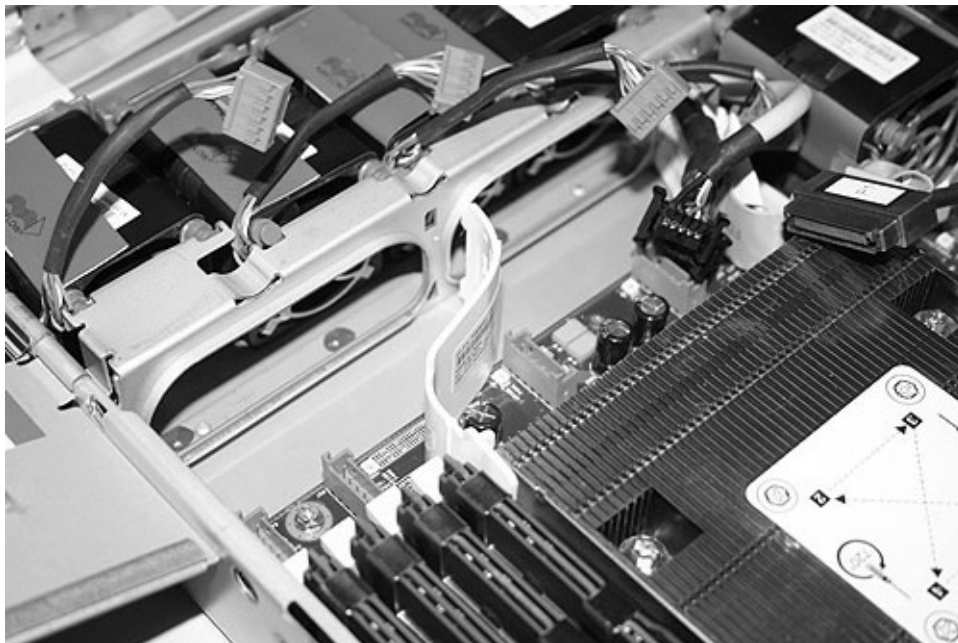

図 283. SAN ポリユーム・コントローラー 2145-8G4 システム・ボードの右のエア・バッフル
11. 右側エア・バッフルを取り外します (図 283 を参照)。最初に、エア・バッフルを右方に引いてから、コネクタを装置の後方に押し、サポート・レールから解放します。次に、バッフルを前方に引いてから上方に引き上げて、クリップをシステム・ボードから解放します。最後にバッフルを持ち上げて外します。